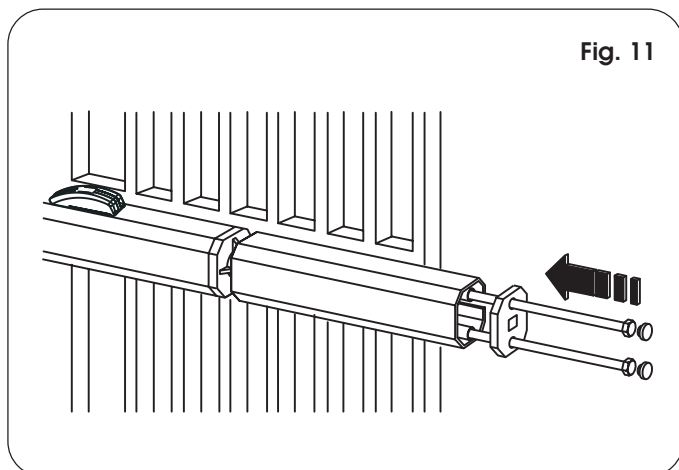
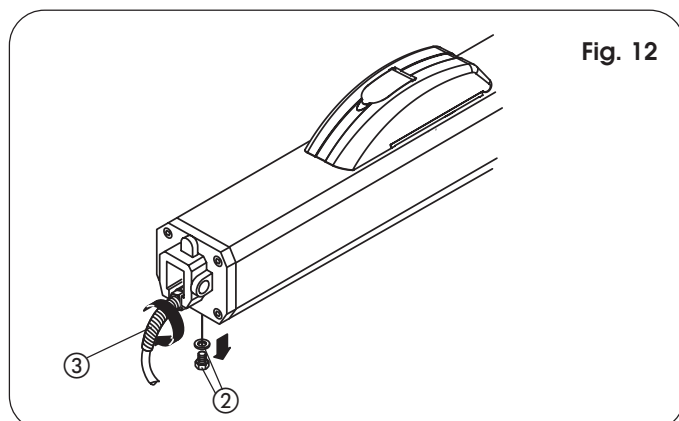

Fig. 11
Fig. 12
- 12) Predisporre il carter di protezione ed applicarlo sull'operatore come da Fig. 11. Montare il salvapièga cavo elettrico (rif. ③, Fig. 12).
- Rimuovere la vite di sfiato (Fig. 12, rif. ②).